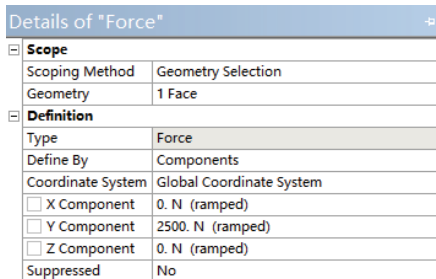

图 21-6 设置力载荷
5) 选中 Force, 选择需要施加力的支出端面, 单击 Details of “Force” 细节窗口中 Geometry 选项下的 Apply 按钮, 同时设置如图 21-6 所示参数。该设置施加了 Y 向大小为 2500N 的力。